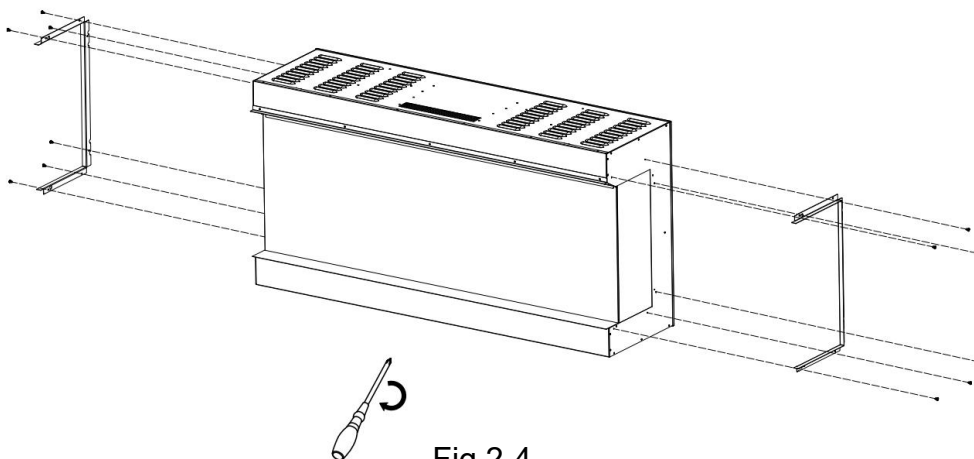

Fig.2-4
3. Fissare nuovamente le barre di protezione dopo aver rimosso i pannelli. Fig.2-4